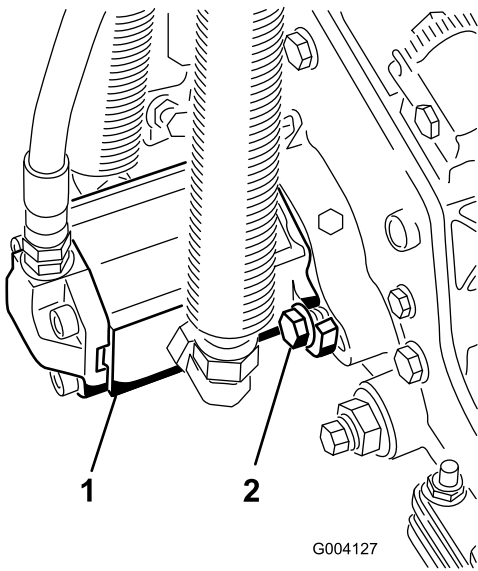

图 30
- 以顺时针旋转的方式安装马达让马达法兰与螺栓保持一定空隙 图 30。